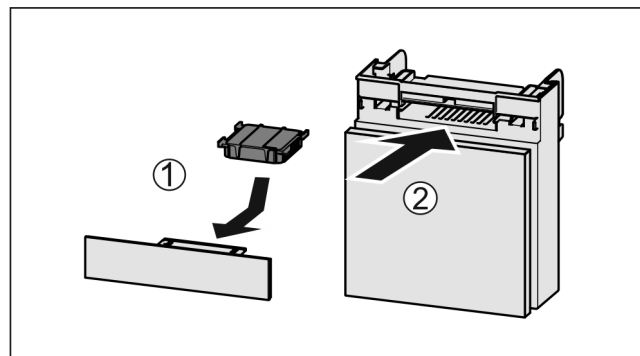

Fig. 135
- Introduzca el compartimiento Fig. 135 (2).